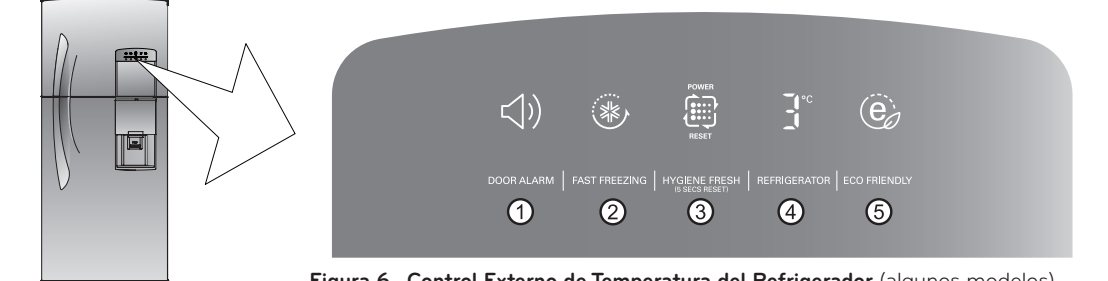

Figura 6. Control Externo de Temperatura del Refrigerador (algunos modelos)
• **Refrigerador:** Controla la temperatura del refrigerador. Control de temperatura externo, Figura 6, (algunos modelos).